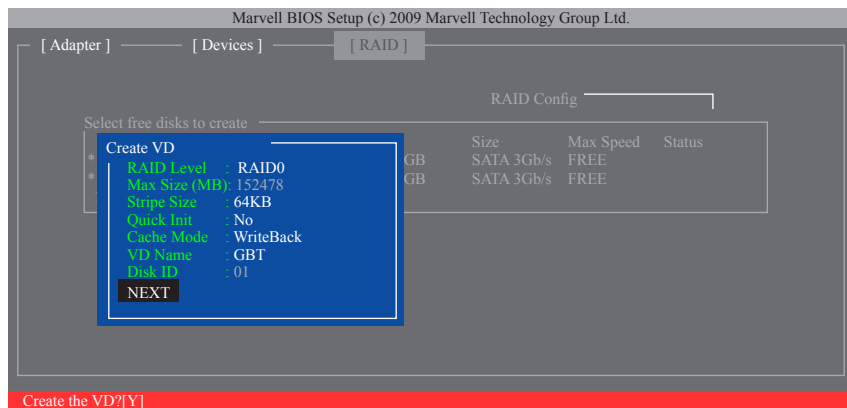

図 7
6. **NEXT:** 上の設定を完了した後、**NEXT** に移動して<Enter>を押しアレイの作成を開始します。確認を求められたら、<Y>を押して確認するか <N>を押してキャンセルします (図 7)。